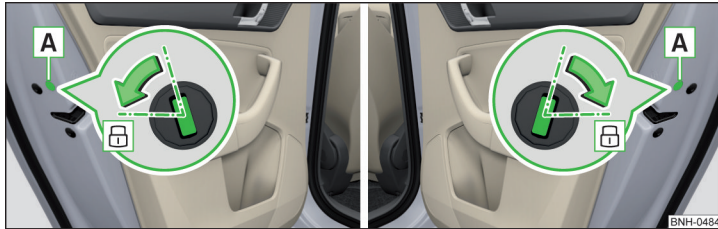

Abb. 152 Notverriegelung: Tür hinten links/rechts
- › Die Blende **A** abbauen » Abb. 152.